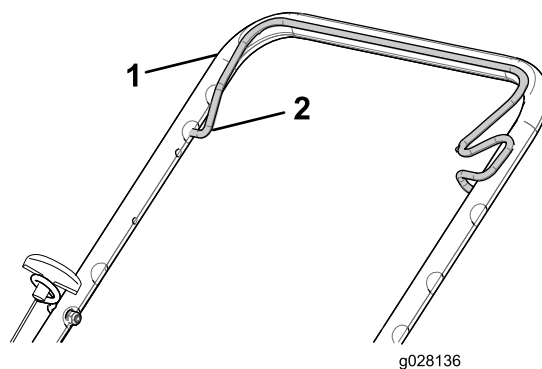

Figure 14
2. Serrez la barre de commande de la lame contre la partie supérieure du guidon (Figure 14).